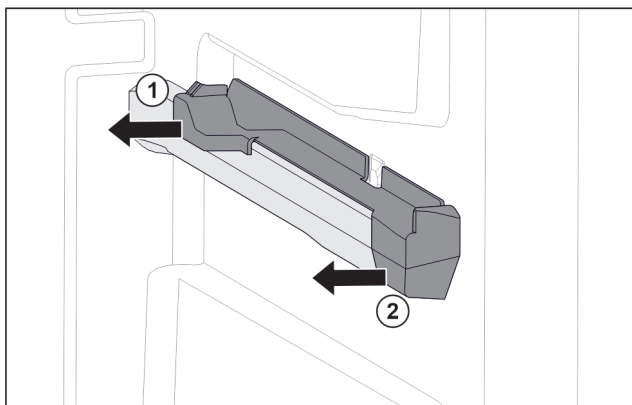

Fig. 31 Element nasadzany na prawym żebrze pojemnika
- ▶ Odciągnąć element nasadzany z tyłu w bok. Fig. 31 (1)
- ▶ Odciągnąć element nasadzany z przodu w bok. Fig. 31 (2)